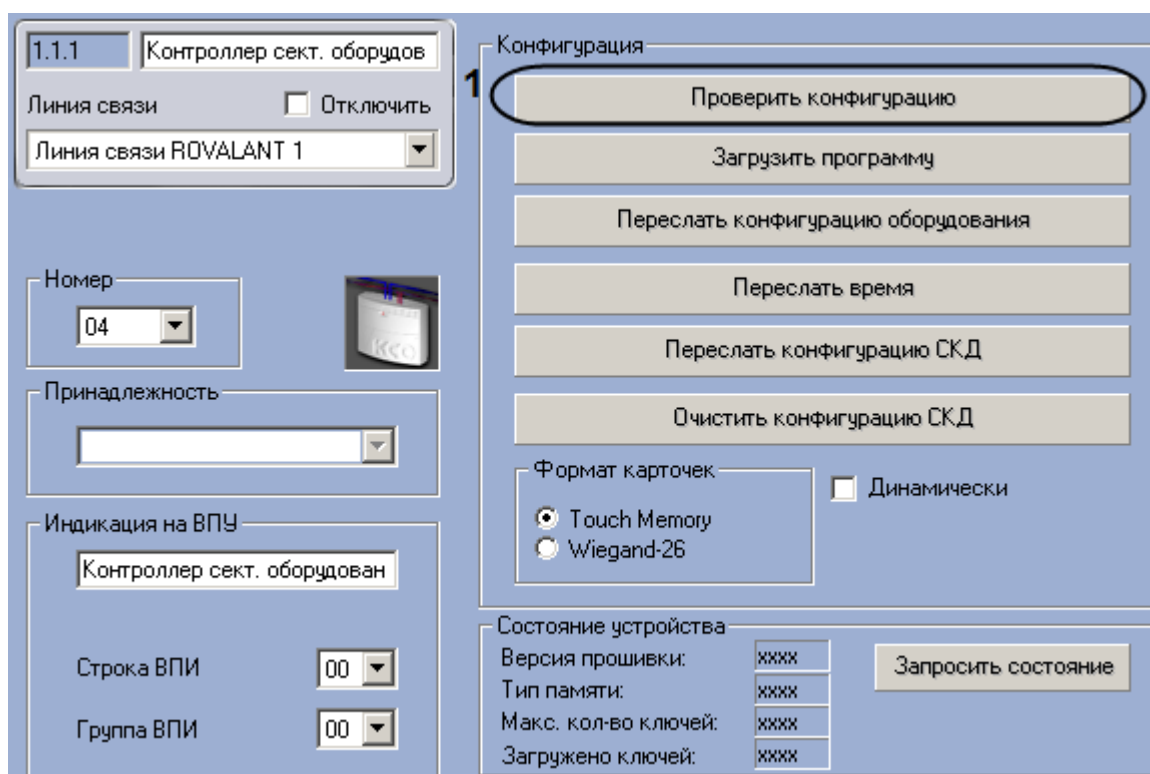

Рис. 3.5—4. Проверка конфигурации оборудования
1. Перейти на панель настроек объекта **Контроллер сект. оборудования** (Рис. 3.5—4).
2. Для проверки правильности конфигурации контроллера сектора оборудования нажать на кнопку **Проверить конфигурацию** (см. Рис. 3.5—4, 1).